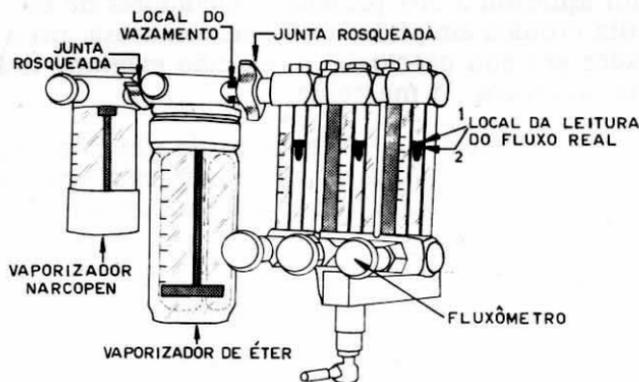

FIGURA 1
- 2 — O conjunto apresentou inicialmente um vazamento na junta do vaporizador de éter, por onde escapava 50% de um fluxo de 1 litro/minuto, ou seja o aparelho realmente fornecia um litro quando o fluxômetro marcava dois litros por minuto (Vide Figura 1).